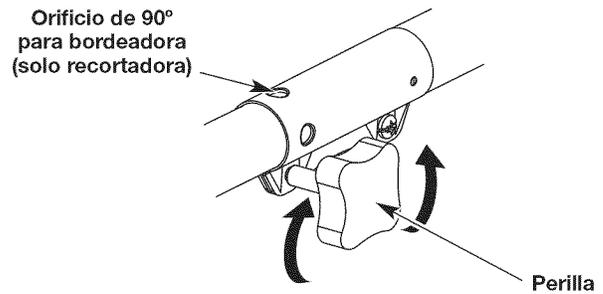
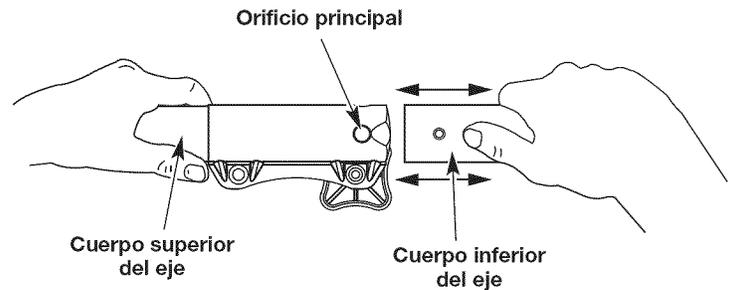

Fig. 6
Fig. 8
1. Para aflojar, gire la perilla en sentido contrario a las agujas del reloj (Fig. 6).
2. Sosteniendo firmemente el accesorio de corte u otro accesorio, empújelo directamente dentro del acoplador Convertible™ hasta que el botón de desconexión encaje sólidamente en el orificio principal (Fig. 8).
3. Para apretar, gire la perilla en el sentido de las agujas del reloj (Fig. 6).
PRECAUCIÓN: Antes de operar esta unidad, cerciórese de que el botón de liberación esté completamente encajado en el orificio principal (Fig. 8) y de que la perilla (Fig. 6) esté bien apretada.
Para hacer cortes (orillados) decorativos con el accesorio de corte del cabezal de línea, trabe el botón de desconexión del accesorio en el interior del orificio de 90° (Fig. 6).
3. Sujetando el cuerpo del eje superior, tire directamente del accesorio de corte o de cualquier otro accesorio para sacarlo del acoplador Convertible™ (Fig. 8).